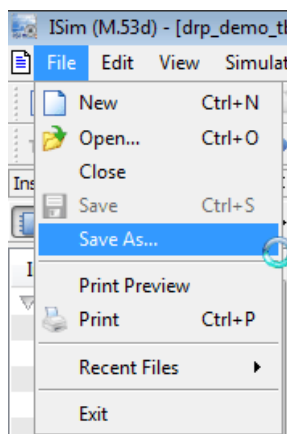

図 4-31：波形ウィンドウの設定の保存
1. 現在の波形コンフィギュレーションに名前を付けるには、[File] → [Save As] をクリックします (図 4-31)。